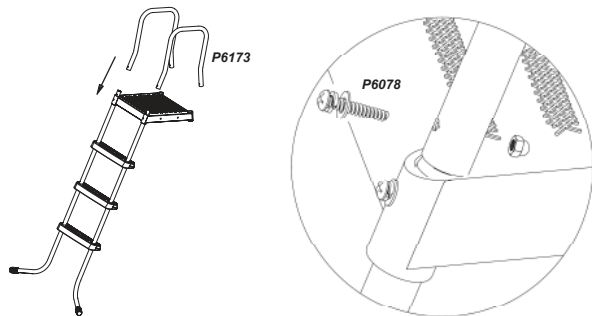

Figure 5
5. Montage des marches restantes (figure 5)